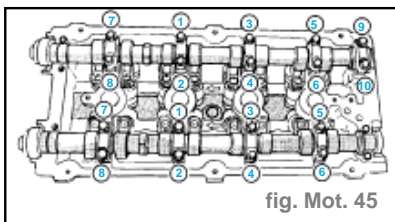

fig. Mot. 45
- Lubrifier les tourillons de palier. Poser les galets de came et les arbres à cames avec de l'huile propre. Poser les chapeaux de palier d'arbre à cames des côtés droit et gauche n°2 à 5 et du côté droit n°6. Serrer les fixations **M6** au couple de **1,2 daN.m** dans l'ordre illustré. (fig. Mot. 45)